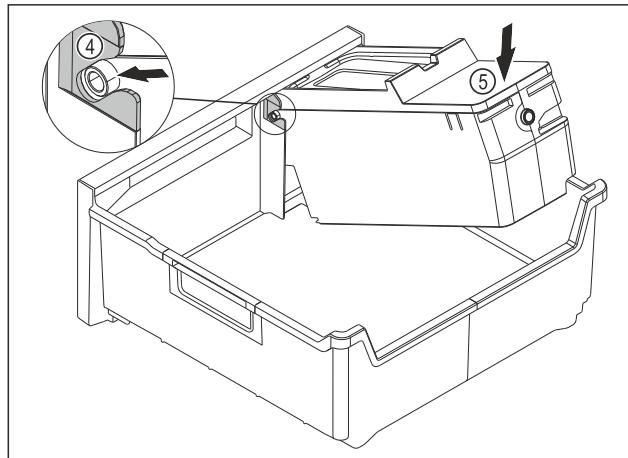

Fig. 216
- ▶ Монтаж на корпуса на EasyTwist-Ice: Вкарайте осите на корпуса на EasyTwist-Ice във водачите Fig. 216 (4).
- ▶ Натиснете надолу корпуса на EasyTwist-Ice Fig. 216 (5) отзад.